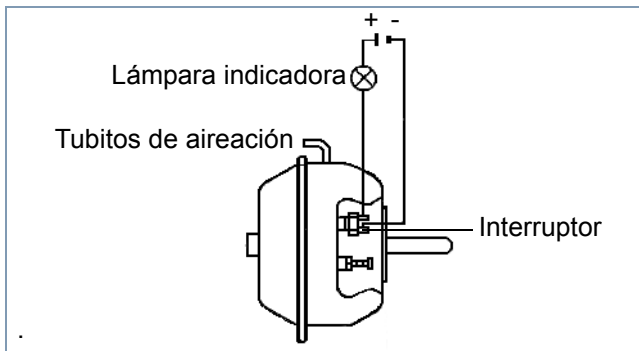

Fig. 1 Cilindro de membrana
- En los aparatos con indicador de carrera, comprobar el funcionamiento eléctrico y mecánico del interruptor (véase fig. 1).
- Fijar la conexión de prueba al tubito de aireación (véase fig. 1) de la tapa del cilindro.